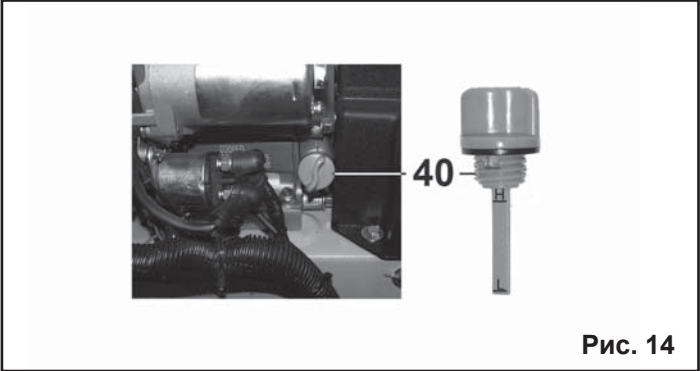

Рис. 14
7.4. Проверка уровня масла в двигателе (Рис.14). ДЛЯ ДОЛИВА И ЗАМЕНЫ ИСПОЛЬЗУЙТЕ МОТОРНОЕ МАСЛО ДЛЯ 4-ТАКТНЫХ ДВИГАТЕЛЕЙ ВЯЗКОСТЬЮ SAE 10W30